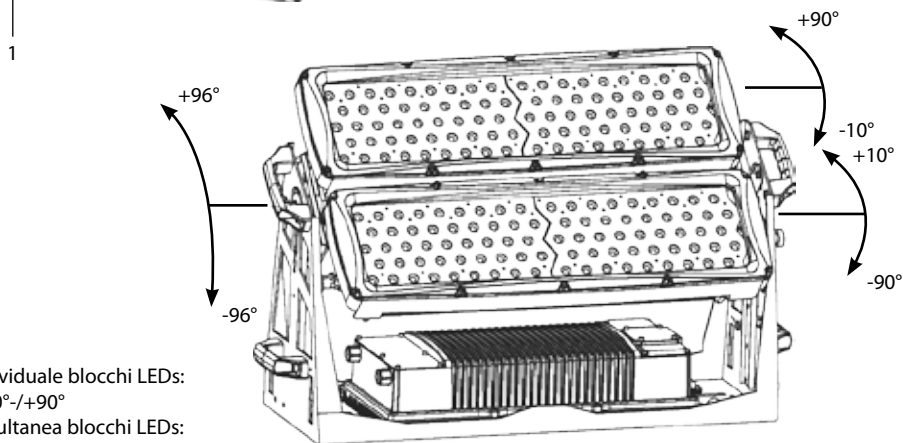

Fig.5
- Orientare il proiettore attraverso il sistema meccanico (2) per ottenere una regolazione individuale e simultanea dei blocchi LEDs (fig.5).